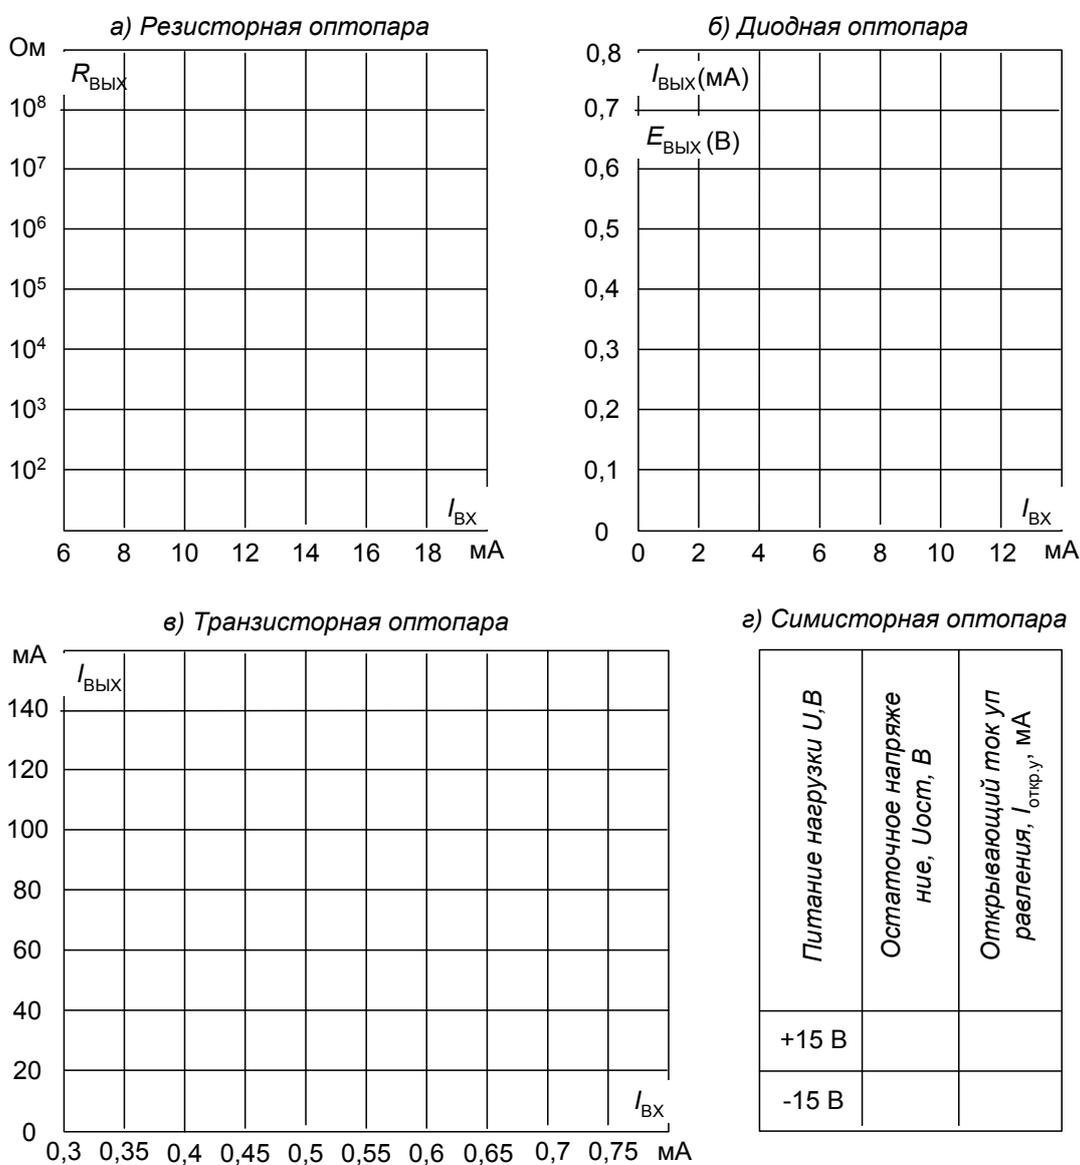

Рис. 7.7. Регулировочные характеристики оптопар
3. Устанавливая изменением входного тока значения сопротивлений, указанные в табл. 7.1, снимите передаточную характеристику и на рис. 7.7, а) постройте график в логарифмическом масштабе по оси $R_{\text{ВЫХ}}$.
4. По данным табл. 7.2 постройте график на рис. 7.7 б).
4. По данным табл. 7.3 постройте график на рис. 7.7, б.
- По данным табл. 7.4 постройте график на рис. 7.7, в.
- Выключите симистор кратковременным размыканием цепи нагрузки и, медленно увеличивайте ток управления от нулевого значения. Заметьте и запишите в таблицу (на рис. 7.7, г) значения открывающего тока управления и остаточного напряжения на открытом симисторе.